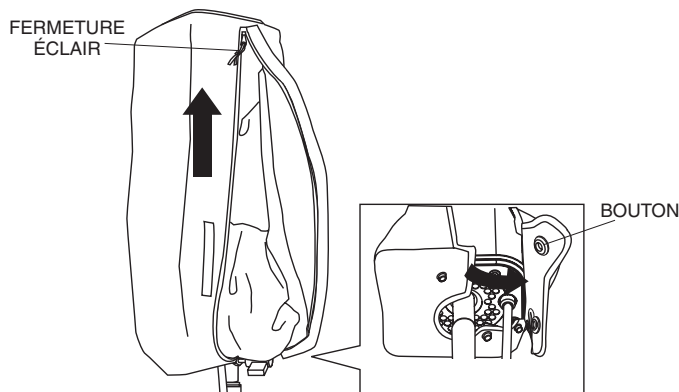

Figure 8. Dézipper la couverture du ballon
6. Détacher les trois boutons situés au bas de la couverture du ballon et dézipper la couverture. Voir Figure 8.